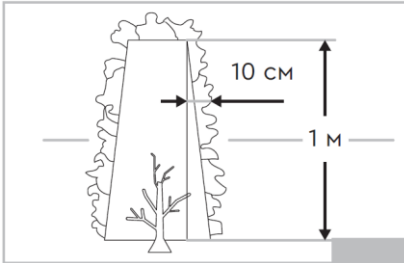

Рисунок 10
-- Спочатку обріжте живопліт з обох боків, а вже потім — зверху. Таким чином обрізки не падатимуть на ще неопрацьовані ділянки. Живопліт слід обрізати у вигляді трапеції. За рахунок цього листяний покрив нижніх гілок не рідшатиме (Рис. 10).